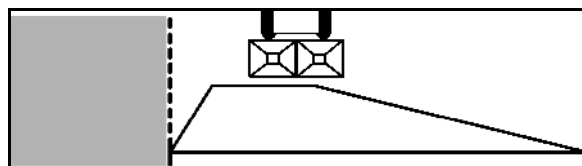

Bild 76
2. Dikesspridning enligt gödsel förordningen (Bild 76):